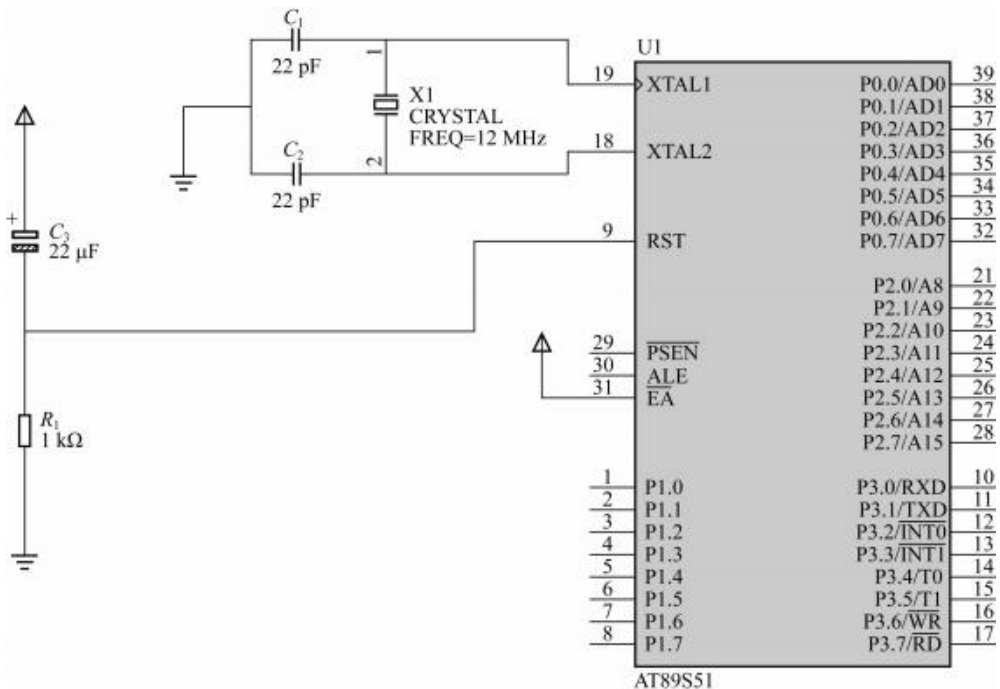

图 1-4-14 单片机最小系统
(12)至此,单片机最小系统绘制完成,如图 1-4-14 所示。